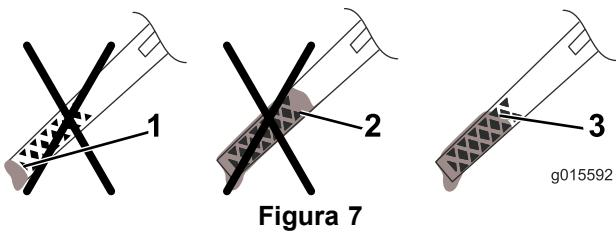

Figura 7
5. Retire la varilla y compruebe el nivel de aceite en la varilla (Figura 7).